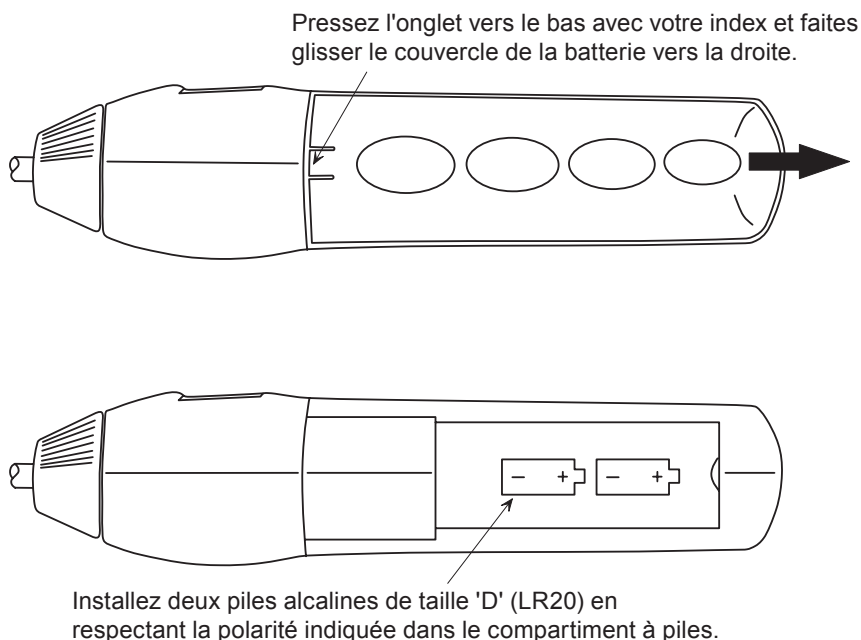

Figure 2. Installation des piles
1. Retirez le couvercle des piles en appuyant dessus et le faisant glisser hors de l'appareil. Voir figure 2.